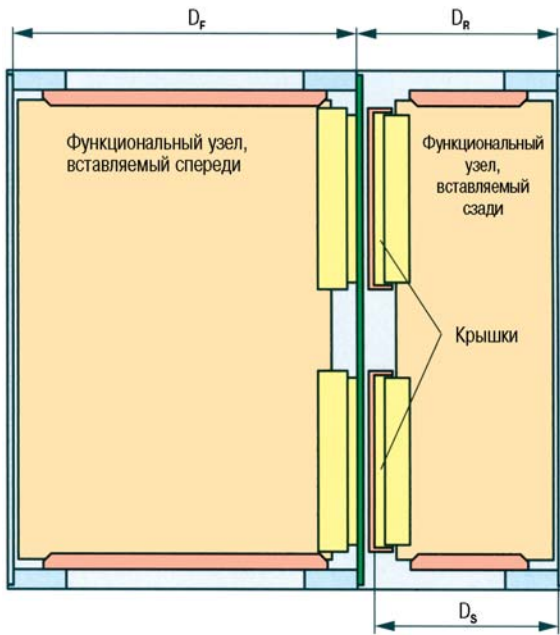

Рис. 6. Размеры, определяющие глубину корпуса
Глубина шасси устанавливается как сумма расстояний от передней и задней плоскости шасси до объединительной платы. Эти расстояния (D_F и D_R на рис. 6) зависят от длины вставляемых плат (D) и рассчитываются по формулам, указанным в табл. 2.
На платах, вставляемых с тыльной стороны шасси, устанавливают разъемы, соответствующие требованиям упомянутых выше стандартов, но с инверсным расположением контактов. Это дает возможность сочленять их с выступающими с обратной стороны объединительной платы хвостовыми частями установленных на ней разъемов. Для защиты этих выступающих частей от повреждения на них надевают защитные крышки (рис. 6). Расчет расстояния от заднего края шасси до основания этих крышек (D_S) приведен в табл. 2.
Таблица 2. Расчет расстояний D_F , D_R и D_S , приведенных на рис. 6